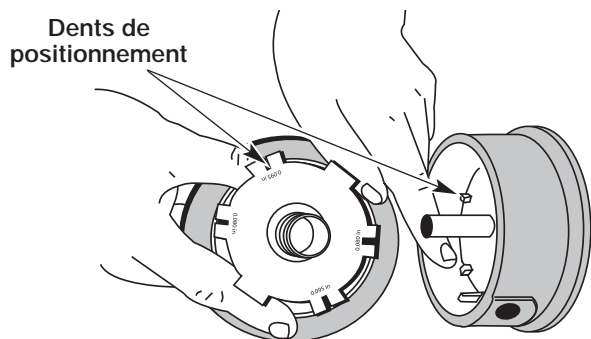

Fig. 29
- Vérifiez l'état d'usure des dents de positionnement sur le moulinet intérieur et la bobine extérieure (Fig. 29). Enlevez les ébarbures ou remplacez le moulinet et la bobine au besoin.